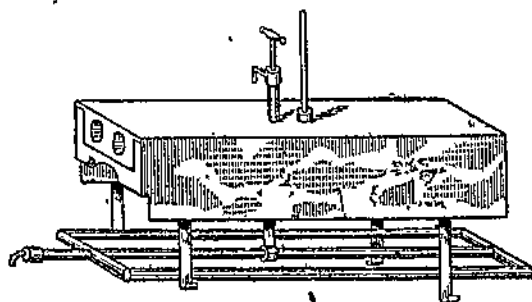

Рис. 77. Печь для нагревания трубок.
3. Взяв в левую руку толстостенную железную муфту, закрытую с одной стороны, держа ее в несколько наклонном положении, осторожно вводят в нее запаянную стеклянную трубку так, чтобы узкая часть последней была обращена к открытому концу муфты. После этого помещают предохранительную муфту с трубкой в особую печь открытым концом вперед (рис. 77). В тубус печи предварительно должен быть вставлен при помощи обыкновенной пробки, завернутой в асбестовую бумагу, термометр, шарик которого должен быть на 1 см ниже основания тубуса. Теперь, зажигая горелки, приступают к нагреванию.